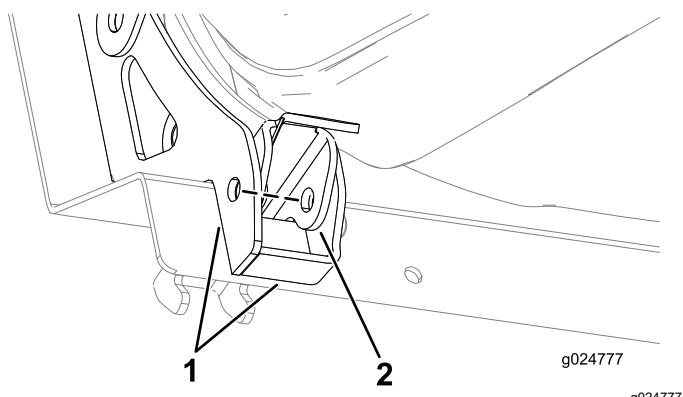

Bild 22
5. Fluchten Sie die Löcher im Riegel mit den Löchern in den Sitzverstärkungen aus (**Bild 22**).